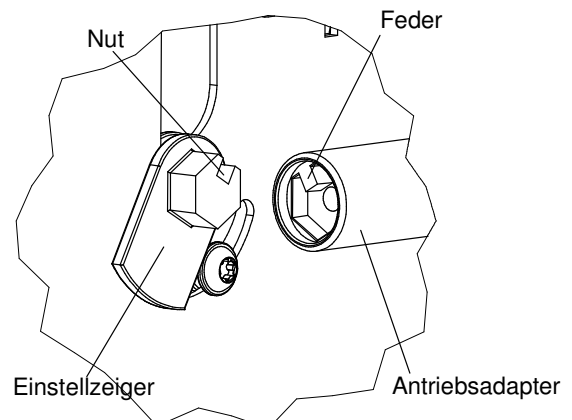

Abb. 14
- Antriebsadapter durch die Führung der Antriebskonsole und des Revisionsdeckels auf den Einstellzeiger des VRL1 Volumenstrombegrenzers aufstecken, dabei deren Nut- und Federverbindung beachten (Abb. 14).